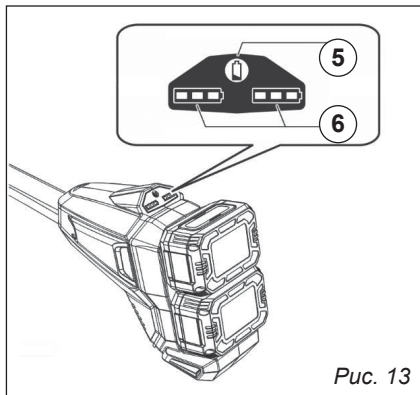

Рис. 13
7.3. Индикатор заряда батарей (рис. 13)